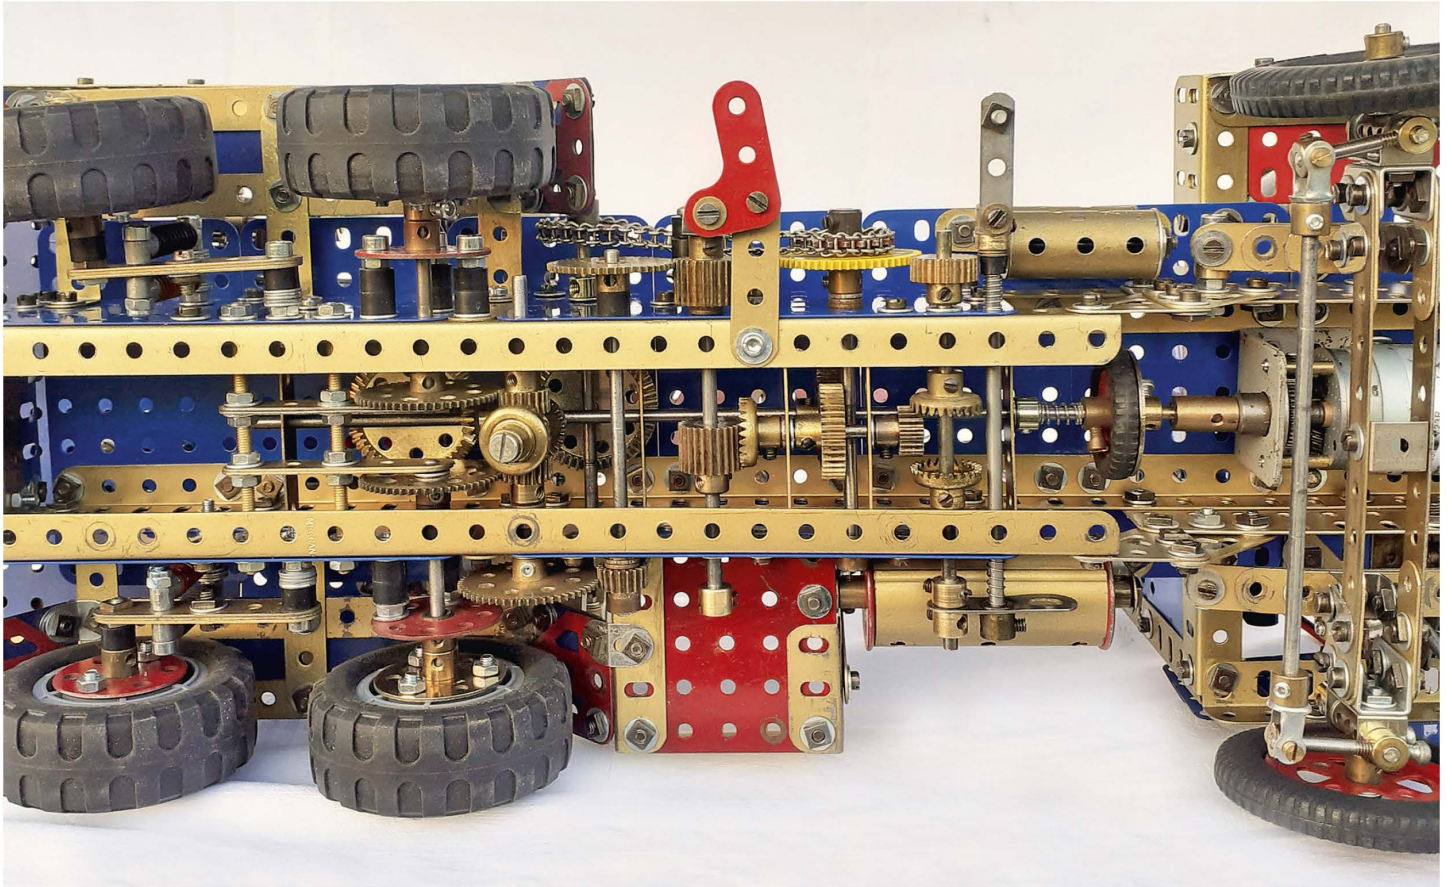

Fig. 15 Vue de dessous montrant la mécanique, celle-ci est pratiquement identique au modèle boîte 8 JPV
**Le châssis du porteur.** Celui-ci est présenté figure 15, il mesure 40 trous de longueur par 15 trous de large. Le châssis est constitué de deux cornières de 37 trous qui sont prolongées de 3 trous pour la partie avant à l'aide de deux cornières de 5 trous qui se croisent sur 2 trous. La partie arrière comprenant la mécanique mesure 25 trous de long par 5 trous de haut.
conde réduction avec un pignon de 19 dents sur une roue de 57 dents, celle-ci étant utilisée pour maintenir la bielle pendante. Une biellette relie l'extrémité de la bielle pendante au bras de levier qui est monté sur le pivot de la roue gauche. L'entraînement mécanique du camion grue est assuré par un moteur type Hercule, un limiteur de couple (Fig. 15) est monté en sortie afin de préserver la mécanique en cas de blocage.